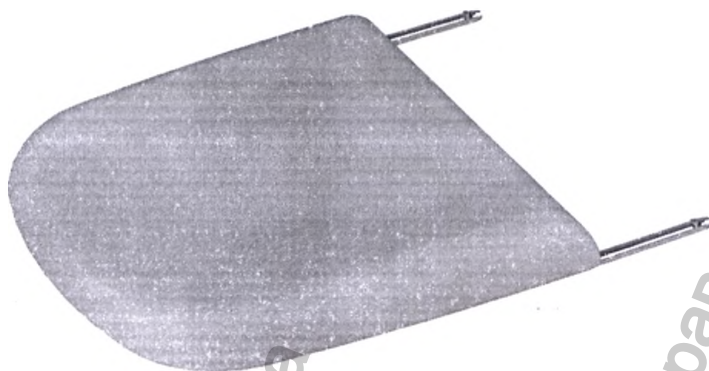

Рисунок 4. Секция ножная.
4. Секция ножная (Рисунок 4). Позволяет расширить функции кресла до уровня операционного стола. Состоит из металлического каркаса, к которому прикреплена подушка ножной секции. В раме сиденья кресла предусмотрены отверстия для установки секции ножной.